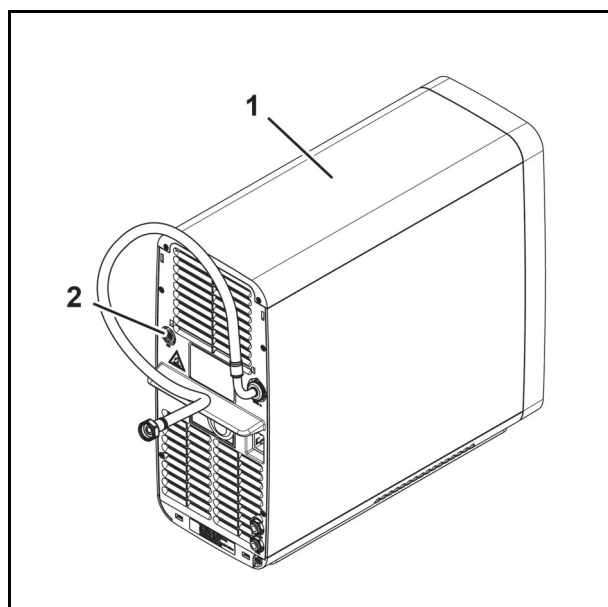

Abb. 21
1. Trennen Sie die externe CO₂-Versorgung vom Anschluss für die externe CO₂-Versorgung (Abb. 21/2) am Untertischgerät (Abb. 21/1).